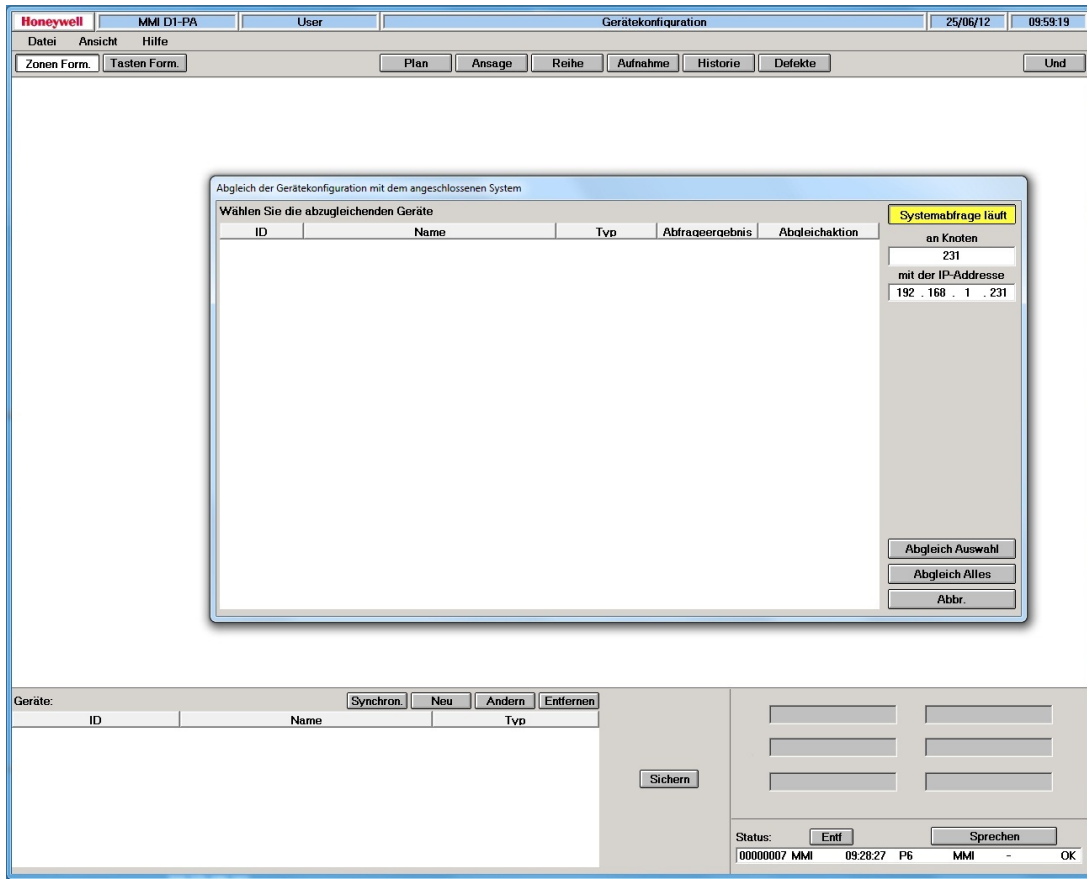

Abb. 9: Laufender System-Scan bei leerer Gerätekonfiguration
- Start eines System-Scans beginnend mit dem o.a. DOM durch Betätigen der Taste „Start Systemabfrage“. Für die Dauer der Abfrage wird die Taste „Start Systemabfrage“ gelb markiert und signalisiert damit, dass der System-Scan läuft (siehe Abb. 9). Die Systemabfrage kann, abhängig von der Größe des Systems, mehrere Minuten in Anspruch nehmen.
- Start des System-Scans durch Betätigen der Taste „Start Systemabfrage“. Für die Dauer der Abfrage wird die Taste „Start Systemabfrage“ gelb und signalisiert damit, dass der System-Scan läuft (siehe Abb. 9). Die Systemabfrage kann, abhängig von der Größe des Systems, mehrere Minuten in Anspruch nehmen.